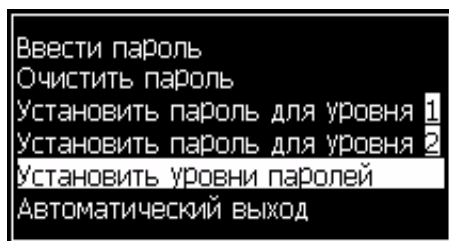
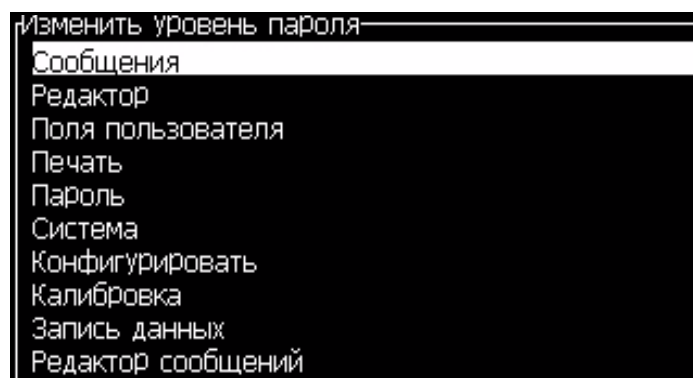
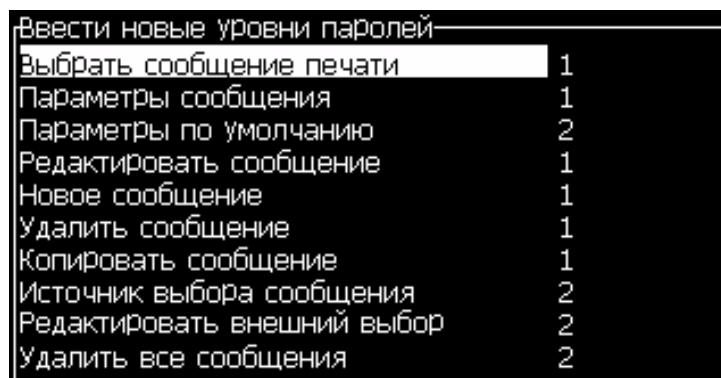

Рисунок 4-8: Установка паролей для уровней доступа
Рисунок 4-9: Изменение пароля для уровня доступа
Рисунок 4-10: Ввод паролей для новых уровней доступа
- 1 Нажмите кнопку “Alt + w”, и выберите опцию “Set Password Levels” (установка уровней доступа для паролей) (смотрите Рисунок 4-8) для открытия окна “Change Password Levels” (изменение уровней доступа для паролей) (смотрите Рисунок 4-9 на странице 4-5).
Выберите меню (смотрите Рисунок 4-9 на странице 4-5), для которого необходимо изменить пароль уровня доступа, и нажмите кнопку “Enter” (ввод). Появится окно “Enter New Password Level” (ввод новых паролей для уровней доступа) (смотрите Рисунок 4-10 на странице 4-5).